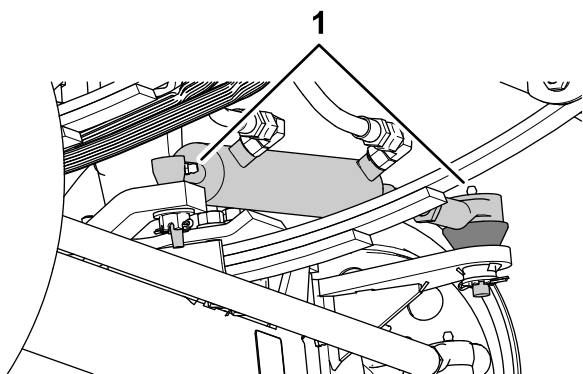
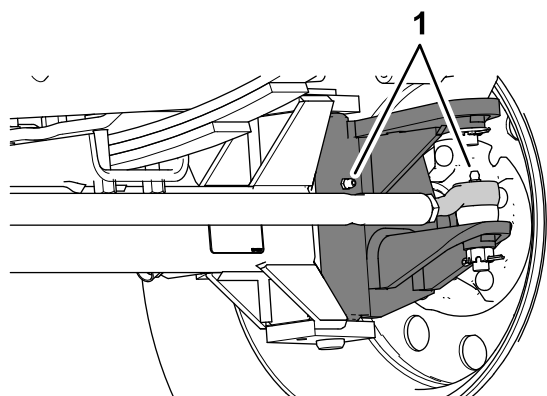

Рисунок 63
Рисунок 64
1. Начисто протрите масленки (Рисунок 63 и Рисунок 64).
2. Закачайте в масленки консистентную смазку (Рисунок 63 и Рисунок 64).
Примечание: Расположение масленок показано на Рисунок 63.